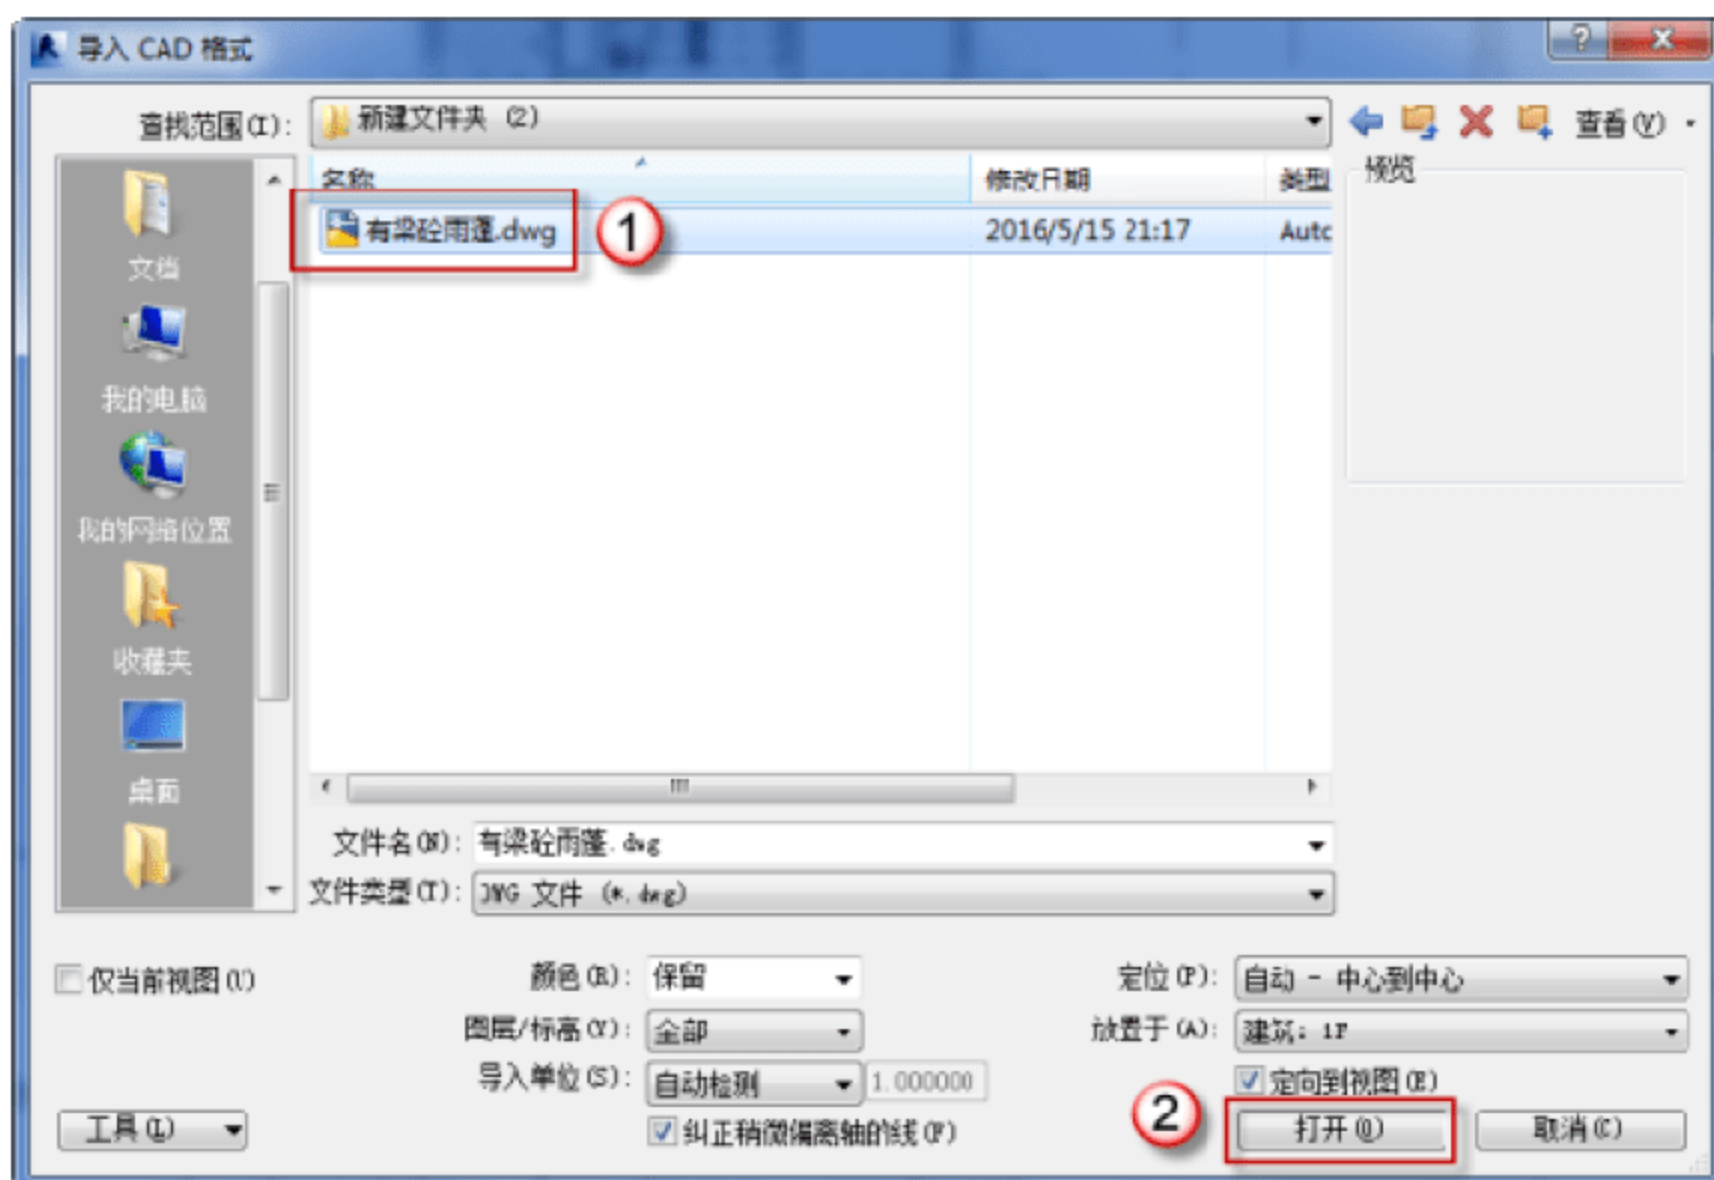
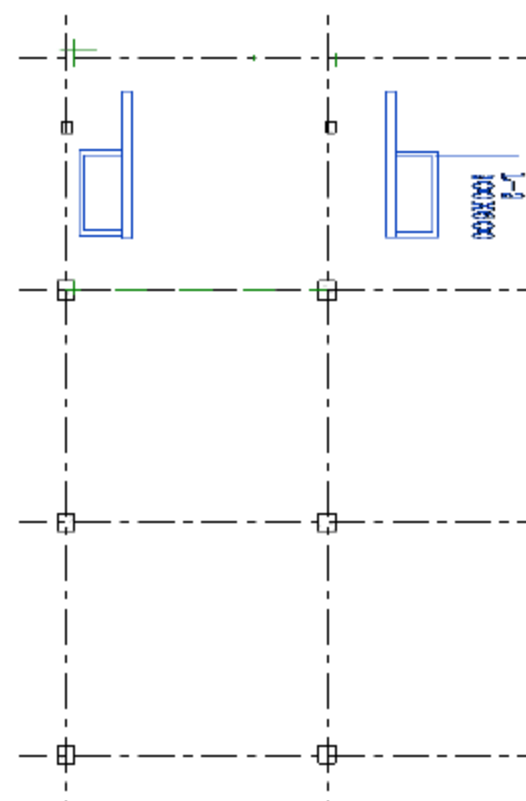

图 5.3.4 导入有梁混凝土雨蓬 DWG 图
图 5.3.5 导入界面
(3) 导入配套资源中的 DWG 图。选择“插入”→“导入 CAD”→“打开”命令，在弹出的“导入 CAD 格式”对话框中选择“有梁混凝土雨蓬”文件，如图 5.3.4 所示，导入后界面如图 5.3.5 所示。